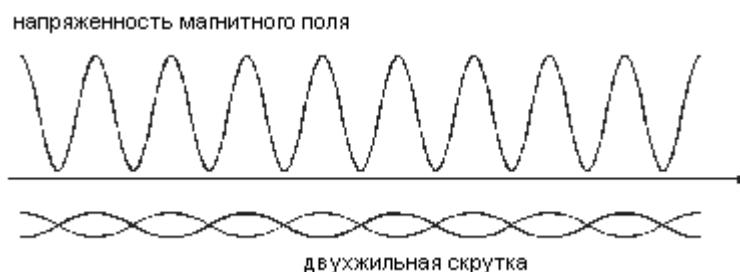

**Рис.4 Обнаружение магнитного поля**
Измерения в замкнутой цепи можно производить, если существует возможность вынужденного течения тока. Такие условия создаются в неповрежденной линии под напряжением выше 9 В (цепь замыкается через трансформатор) и в замкнутой линии, также с использованием режима «ток-напряжение» или внешнего источника питания. Во всех упомянутых случаях локализация осуществляется при помощи оценки общей величины магнитного поля. На рис.4 представлено направление линии магнитного поля вокруг провода, по которому течет модулированный ток, и расположение приемника, позволяющее выбрать наибольший уровень принимаемого сигнала.
- Перемещать головку приемника вдоль проверяемой линии (Рис.4) в направлении усиления сигнала. Нажать клавишу **16** , чтобы повысить точность локализации (Пункт 7.1).